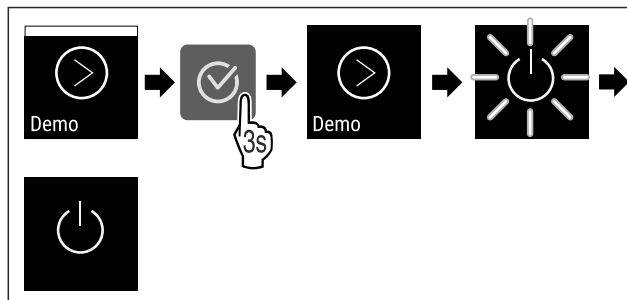

Fig. 101
- ▶ Obavite korake postupka (pogledajte Fig. 101).